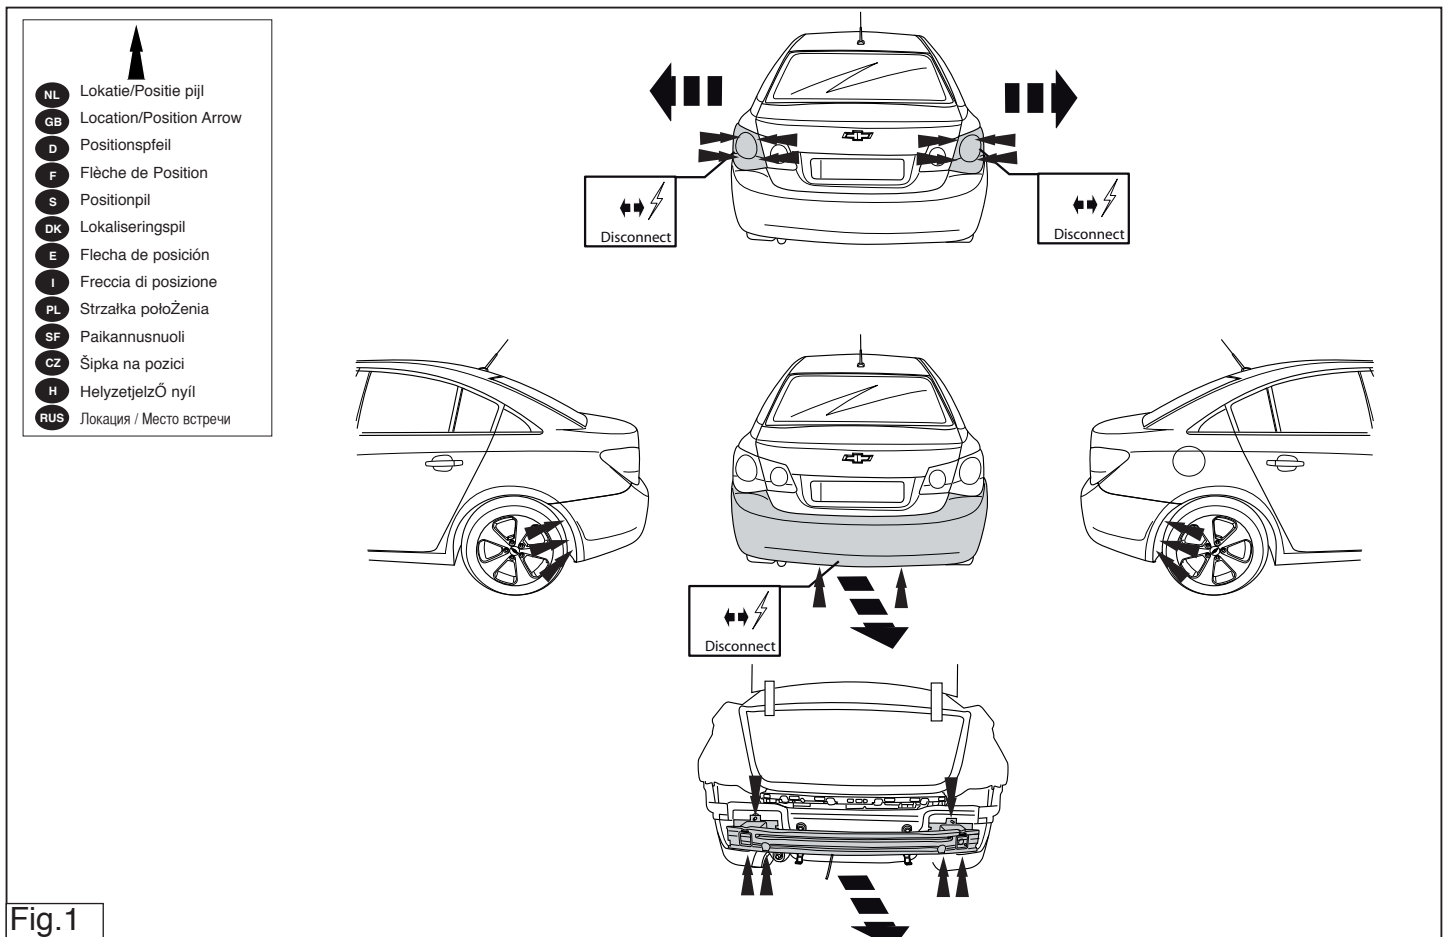

Fig.1
2. Die Stoßstange einschließlich des stählernen Stoßbalkens vom Fahrzeug abmontieren. Der Stoßbalken wird nicht mehr benötigt. Siehe Abbildung 1 .